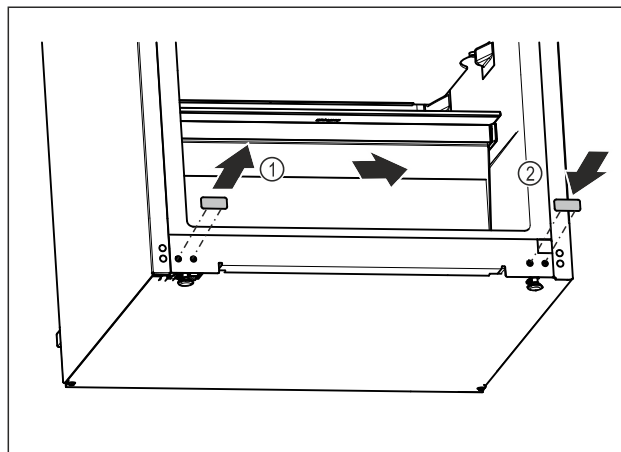

Fig. 20
- ▶ Извлеките заглушку. Fig. 20 (1)
- ▶ Установите заглушку на противоположной стороне. Fig. 20 (2)